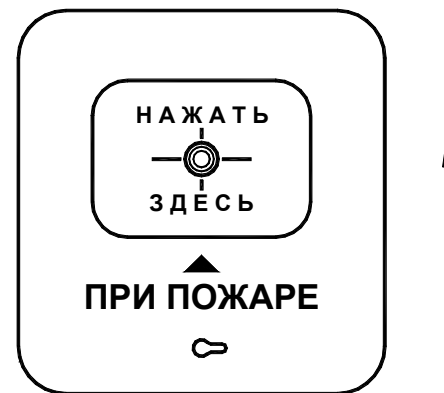

Рис. 4.
2. Движением вверх до щелчка зафиксируйте извещатель в базе (см. рис. 4.)